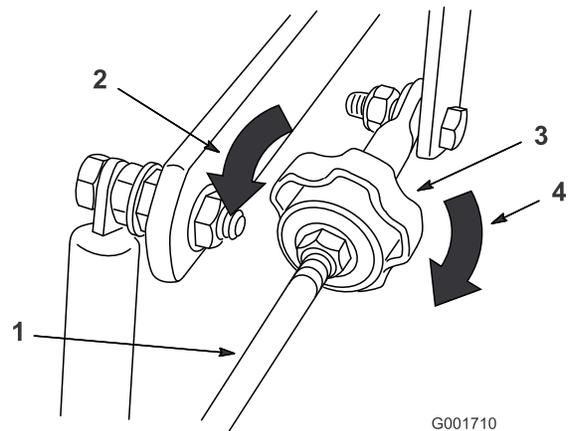

Bild 74
2. Stellen Sie die Länge der Pumpstange ein, indem Sie das Handrad an der Stange so weit in die entsprechende Richtung drehen, bis das Rad stillsteht oder sich leicht zurückdreht (Bild 74).